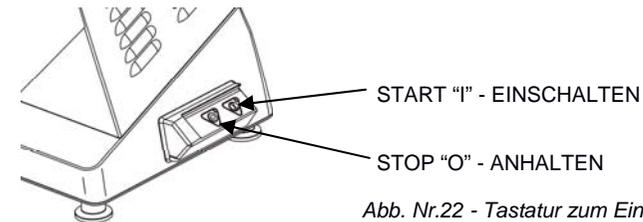

Abb. Nr.22 - Tastatur zum Ein- und Ausschalten.
- Betätigen Sie die Taste für den Lauf "I" und die Taste für das Anhalten "O" und vergewissern Sie sich an den entsprechenden Kontrolllampen, ob die Maschine ein- bzw. ausgeschaltet ist (Abb. Nr.22).